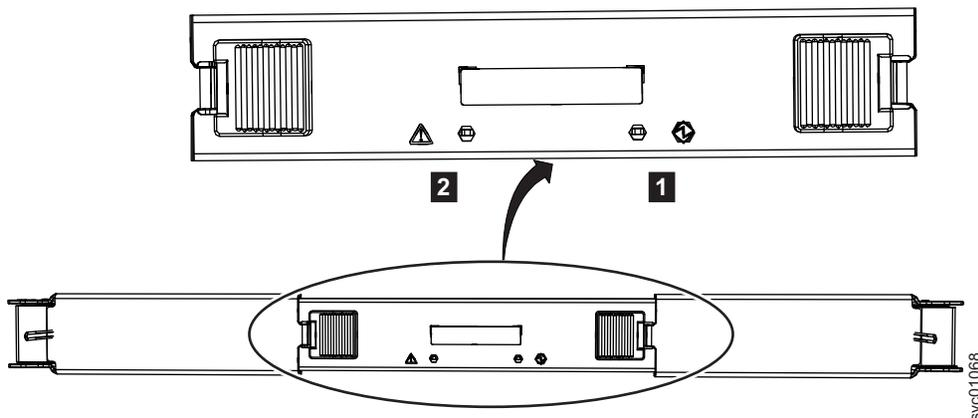

図 113. 2 次拡張モジュールの LED
2. 取り替える 2 次拡張機構モジュールを識別します。図 113 は、2 次拡張機構モジュールの上部にある LED を示しています。